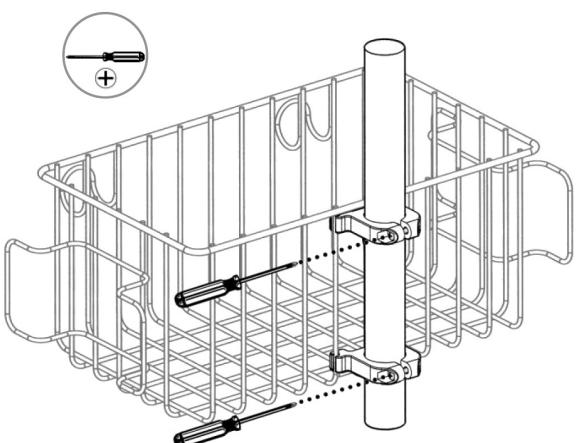

Figure 5 • Figure 5 • Abbildung 5 • Figura 5 • Figura 5 • Afbeelding 5
3. Переместите зажимы выше верхней границы стойки (См. страницу 21, рисунок 4). Отрегулируйте высоту крепления корзины. Затяните зажимы с помощью мелких крепежных винтов № 8-32 и шестигранных гаек из комплекта (См. страницу 22, рисунок 5).
3. ポストの最上端からポストがクリップを通るようにスライドさせます（21ページ、図4を参照）。バスケットの位置を所定の高さに調節します。付属の#8-32機械ねじと六角ナットを使用してクリップを締めます（22ページ、図5を参照）。
3. 将夹子滑到支架杆顶部的上方 (请参阅第 21 页, 图 4)。将篮子摆到需要的高度。使用附带的 #8-32 机器螺钉和六角螺母将夹子拧紧 (请参阅第 22 页, 图 5)。
• **Figur 5 • Figur 5 • Εικόνα 5 • Figura 5 • Obrázek 5 • 5. ábra • Rysunek 5**
• **5. attēls • Şekil 5 • Рисунок 5 • 図5 • 图5**